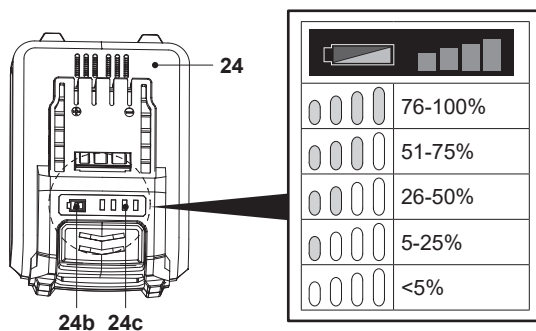

Fig. 10
La batterie (24) est équipée d'indicateurs de capacité de la batterie (24c) qui affichent sa capacité restante. Appuyer sur le bouton de capacité de la batterie (24b) pour en vérifier la capacité (Fig. 10). Les LED restent allumées pendant environ 3 secondes.